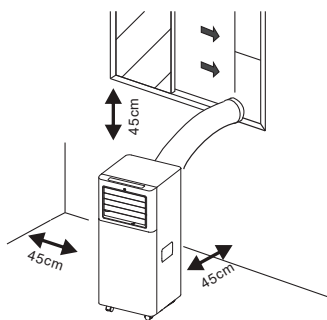

рис. 7
- 1) Обеспечить свободное пространство (не менее 45 см) (Рис.7).